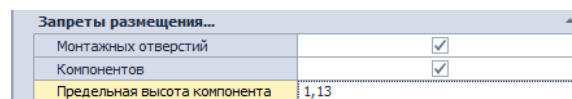

Рис. 129 Установка предельной допустимой высоты компонента для размещения в регионе
- Задать требуемое значение высоты в пункте «Предельная высота компонента» панели «Свойства», см. Рис. 129. Значение устанавливается в тех единицах измерения, что используются в данном проекте.